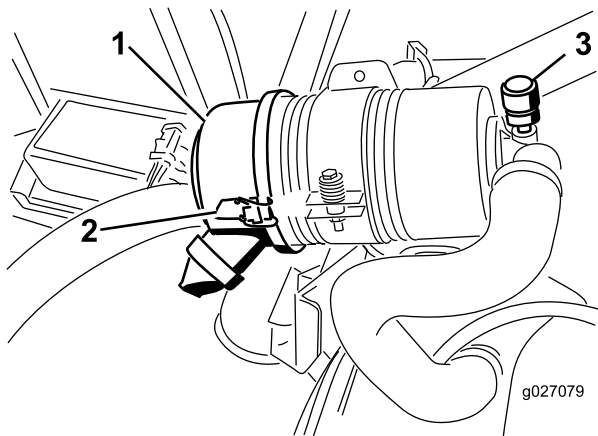

Bild 49
Warten Sie den Luftfilter nur, wenn dies von der Kundendienstanzeige angegeben wird (Bild 49). Das frühzeitige Auswechseln des Luftfilters erhöht nur die Gefahr, dass Schmutz in den Motor gelangt, wenn Sie den Filter entfernen.
2. Lösen Sie die Riegel, mit denen die Abdeckung des Luftfilters am Luftfiltergehäuse befestigt ist (Bild 49).